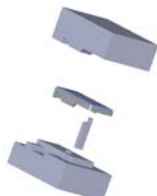

图 10.5.21 移动斜销
Step3. 移动斜销。选择下拉菜单 **插入(I)** → **特征(F)** → **移动/复制(M)...** 命令，系统弹出“移动/复制实体”对话框；选取斜销作为移动的实体；在 **平移** 区域的 **ΔY** 文本框中输入数值-20.0，在 **ΔZ** 文本框中输入数值 25.0；单击“移动/复制实体”对话框中的 按钮，完成图 10.5.21 所示的斜销的移动。